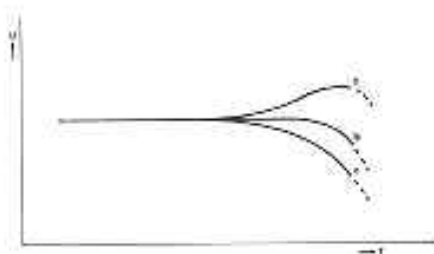

Fig. 16
- Bei Frequenzen höher als 6300 Hz soll der Frequenzgang ungefähr der in Abb. 16 gezeigten Kennlinie b entsprechen. Die Nachverzerrung soll \leq 3% bei 1 kHz (100% Modulation) sein.